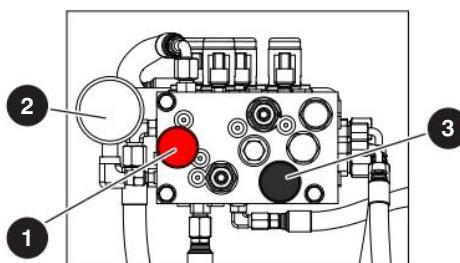

**Figura 22 Válvula de paso de la transmisión**
3. Localice la válvula de paso en el lado interior de la bomba de impulsión. Desvíe la bomba de impulsión aflojando el vástago de la válvula (elemento 1 - con una marca de pintura amarilla - Figura 22) 90 grados hacia la derecha.